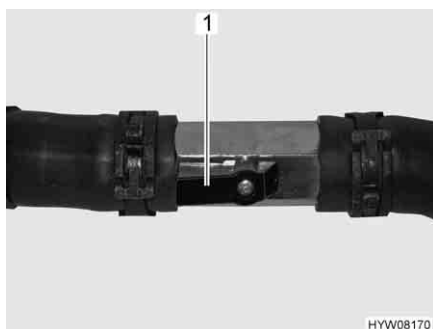

Fig. 103 Rubinetto aperto
- Posizionare la leva (Fig. 103,1) parallelamente alla tubazione (Fig. 103).